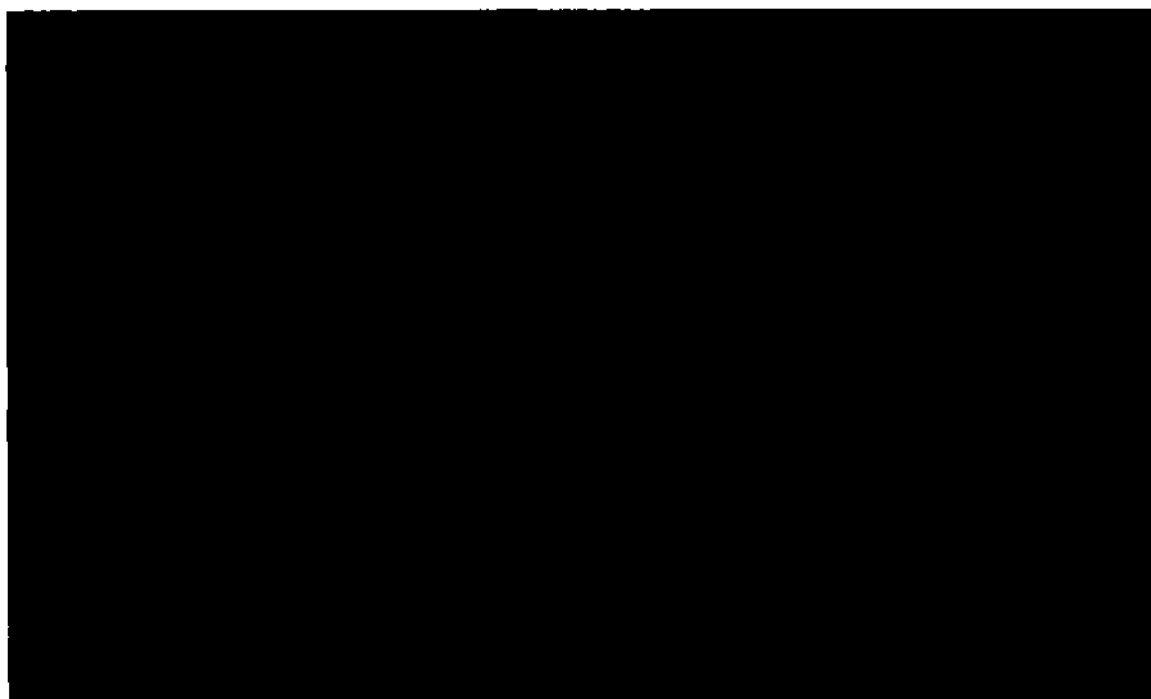

Рис. 38 Внешний вид окна "Экспорт"
- Откроется окно «Экспорт» (Рис. 38 Внешний вид окна "Экспорт");